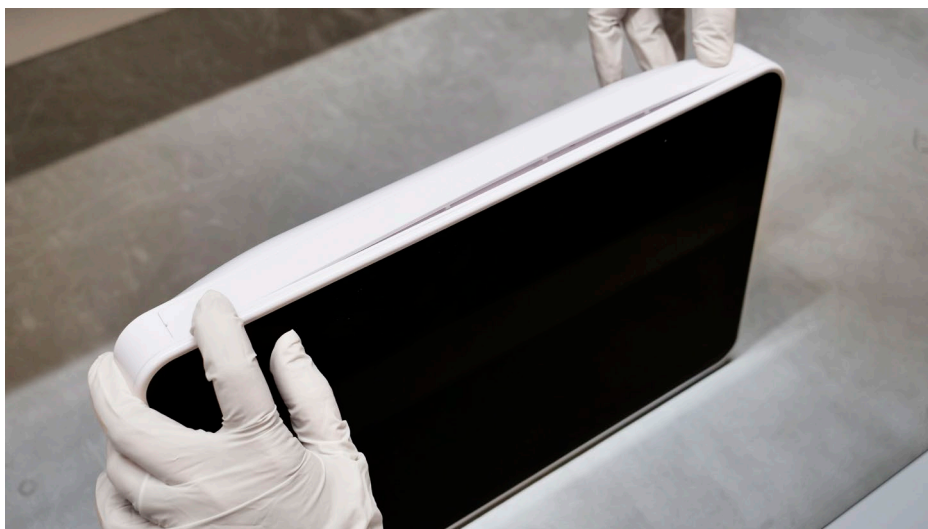

Figura 33 Montare le targhette
f) Far scattare le targhette in posizione con un clic (v. Figura 33)
Inserire con un clic prima le due estremità della targhetta (v. Figura 33). Poi premere il resto della targhetta verso il centro. Il logo Ambu sulla targhetta deve essere leggibile dal lato anteriore dell'unità display. Se le targhette sono danneggiate, utilizzare quelle nuove fornite con il kit delle parti di ricambio.